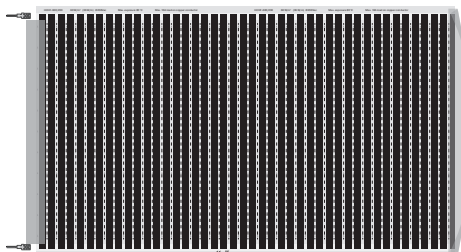

Fig. 6. Täck ändarna med tejp.
8. Försegla alla ändrar av värmefolien. I änden med anslutningar, sätt tejp mellan strömskenorna så att det senare går att montera terminalerna. I motsatt ände, sätt tejp över hela bredden. Tejpen ska vikas runt värmefolien. (fig.6)